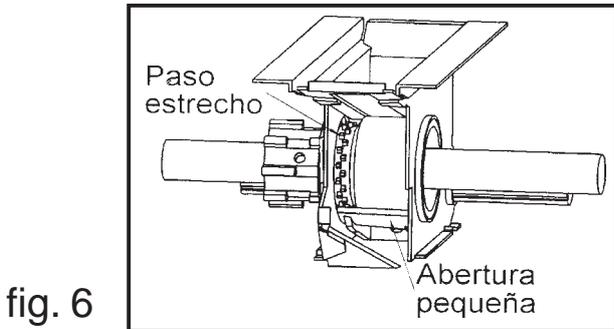

fig. 6
- Pas étroit, petits ergots, pour des semences petites. (fig. 6).
- Modifier l'ouverture inférieure de la trappe selon le grosseur de la semence (figs. 6, 7 y 8).